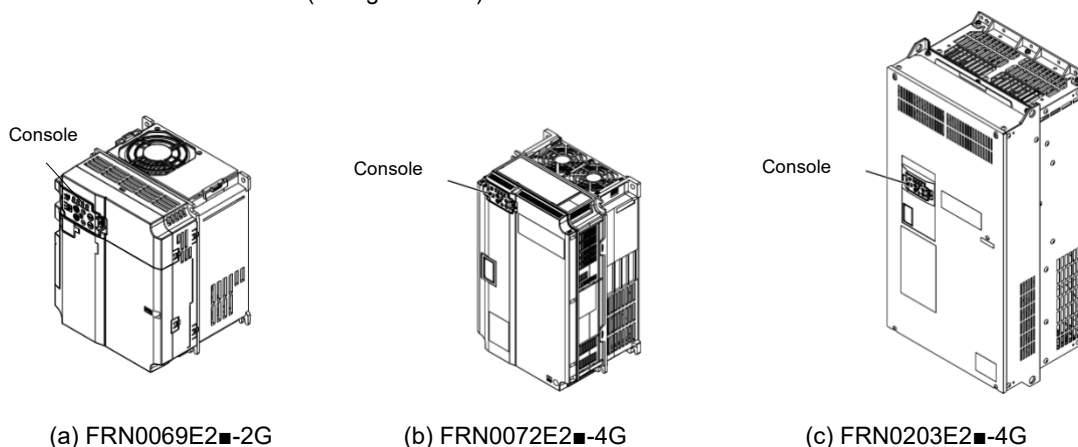

Figure 2.3-1 Fixation de la console sur le corps du variateur
- Fixation sur le corps du variateur (cf. Figure 2.3-1(a), (b), (c))